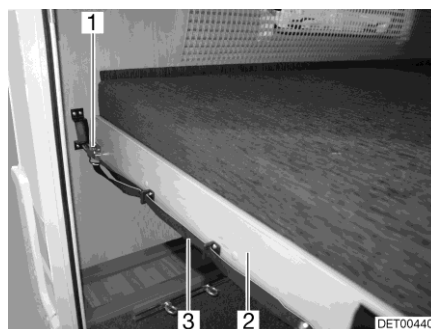

Bild 74 Etagenbett (Heck)
- An der Schlaufe (Bild 74,3) ziehen und den Riegel (Bild 74,1) lösen.
- Den Lattenrost (Bild 74,2) mit der Matratze nach vorn ziehen, bis er einrastet.